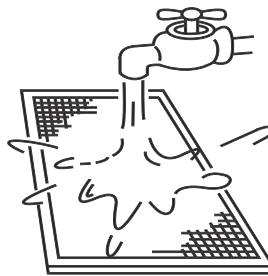

Figura 38
- b. O lado da entrada de ar deve ficar voltado para baixo quando se utiliza água limpa. (Consulte a Figura 38)